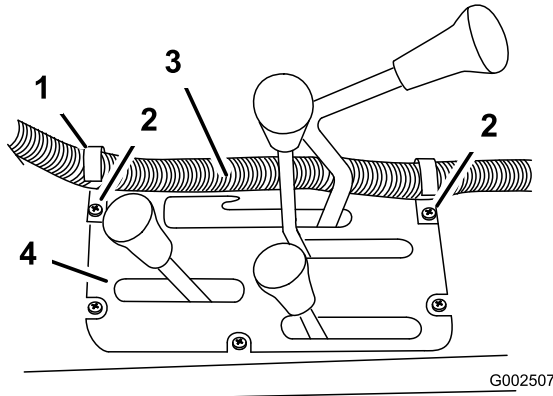

Bild 25
6. Montieren Sie die beiden Hakenclips mit den Schrauben in der Mitte des Armaturenbretts an den in Bild 25 dargestellten Stellen.